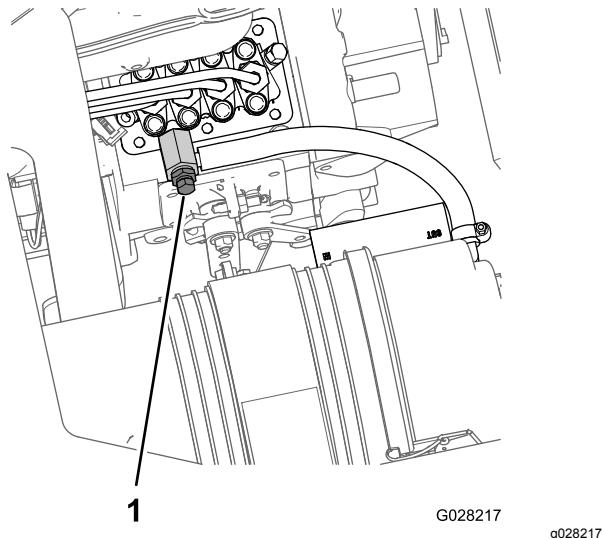

Figure 74
8. Placez un bac de vidange sous la partie pompe d'injection du moteur (Figure 74).
9. Desserrez la vis de purge sur la pompe d'injection (Figure 74).
11. Laissez la clé à la position CONTACT jusqu'à ce que le carburant s'écoule régulièrement par la vis de purge (Figure 74).
12. Serrez la vis de purge (Figure 74) et tournez la clé à la position ARRÊT.